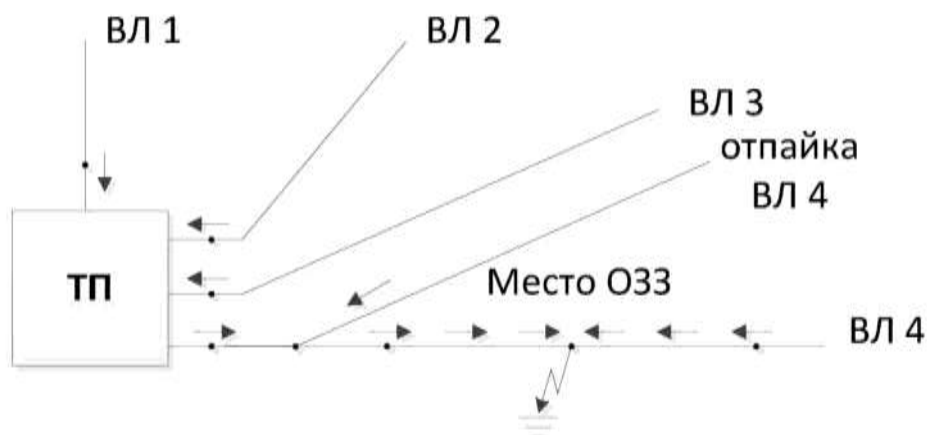

Рис. 3
5.1. Если поврежденная ВЛ неизвестна, то начинать поиск места ОЗЗ следует с питающей подстанции, на которой появился сигнал «земля в линии». В этом случае последовательно под каждой линией, отходящей от подстанции, необходимо определить направление поиска по стрелке на дисплее. Если стрелка будет указывать направление поиска на питающую подстанцию, то данная ВЛ не повреждена. Поврежденная ВЛ определяется по направлению поиска от питающей подстанции (рис. 3).
5.5. В месте разветвления ВЛ отпайку с ОЗЗ следует определять по методике, описанной в п. 5.1 (рис. 3).